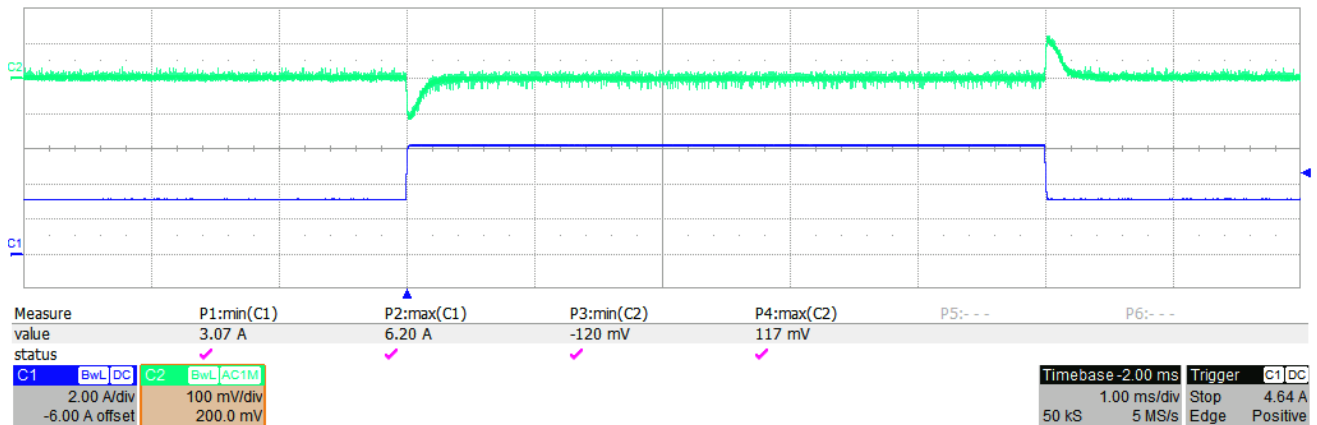

Figure 9. Transient Response on 3.0 A Load Step
12.0 Vの入力電圧で3.0 Aから6.0 Aへの負荷ステップあるいはその逆の場合の応答をFigure 9に示します。